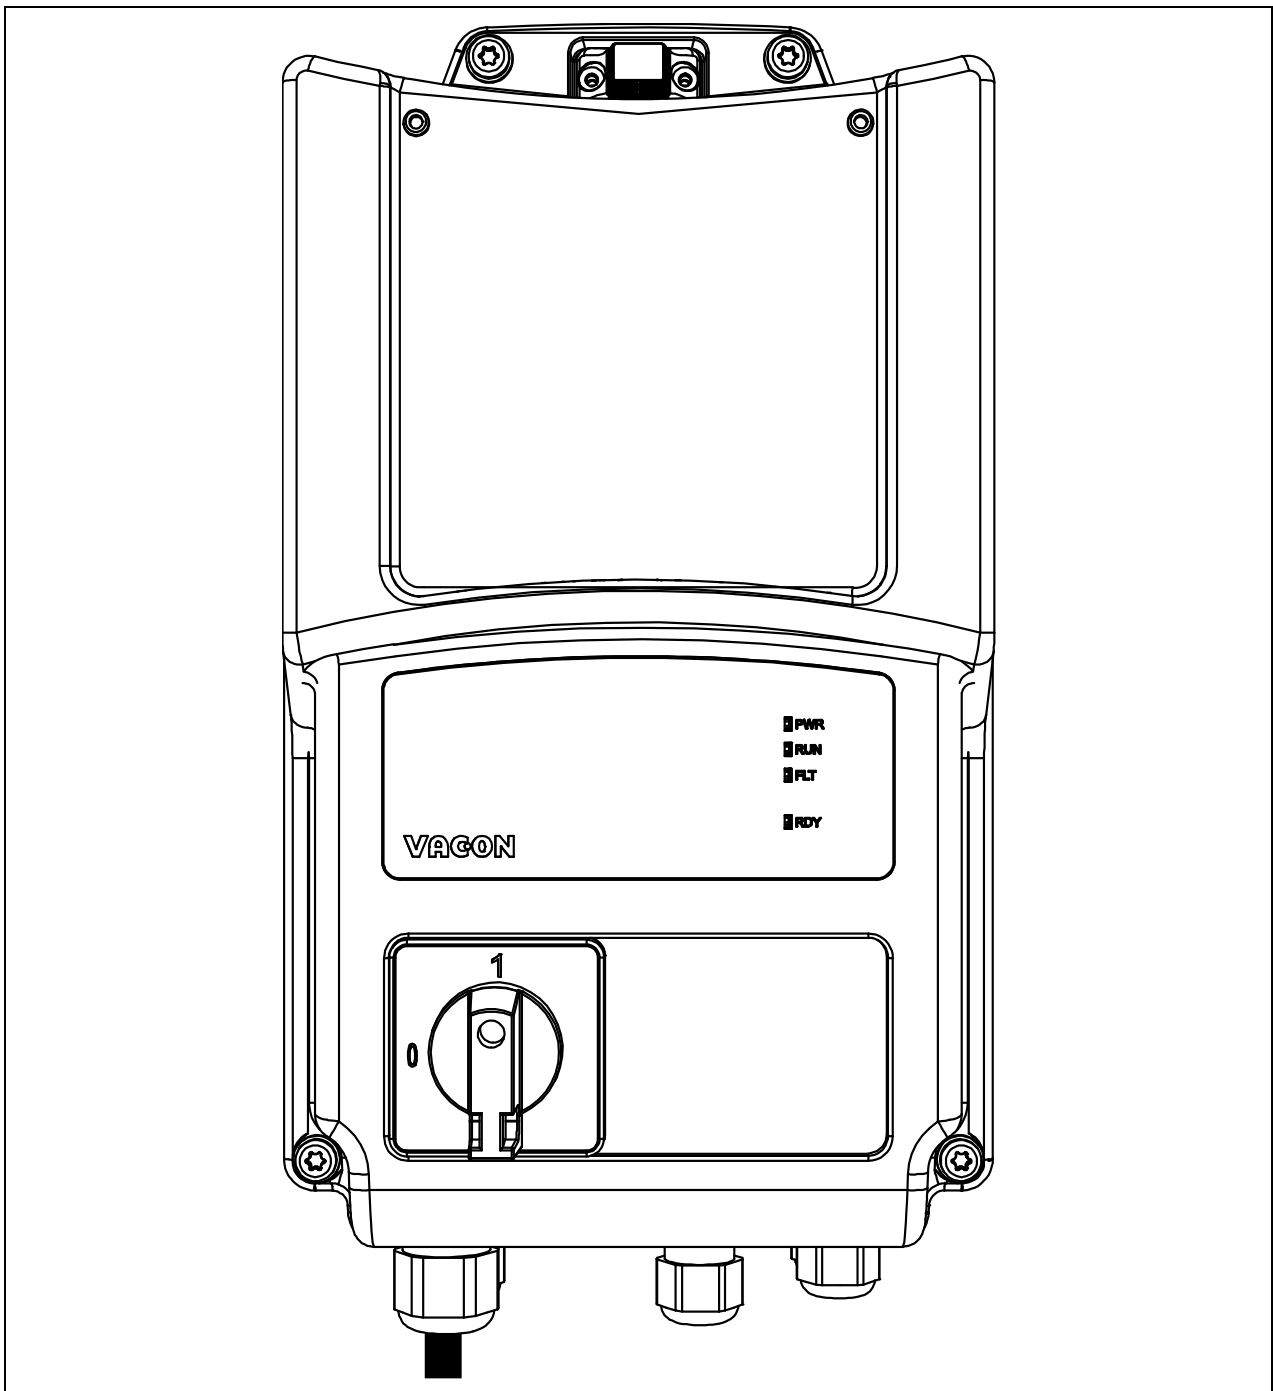

Figura 65. Montare il coperchio di plastica.
- Montare il coperchio di plastica sull'inverter con le sue viti e il tappo HMI: il processo di installazione è stato ultimato. Si veda la Figura 65.